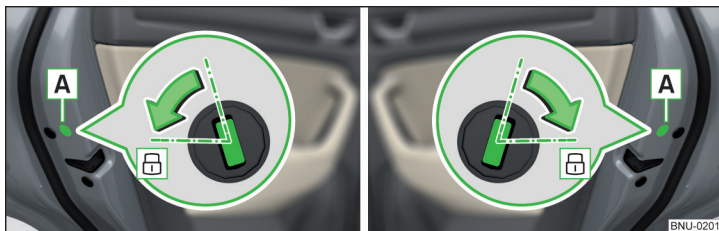

Fig. 325 Portiera stânga / dreapta
- › În cazul autovehiculelor cu masca **A**, înlocuiți-o » fig. 325.